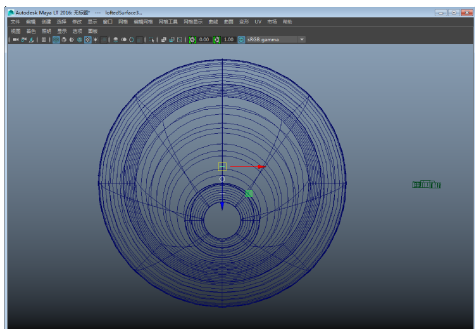

图 3-130 绘制圆
- 7 再利用【NURBS 圆形】工具在顶视图中绘制三个圆，并分别调整它们的大小和方向，如图 3-130 所示。